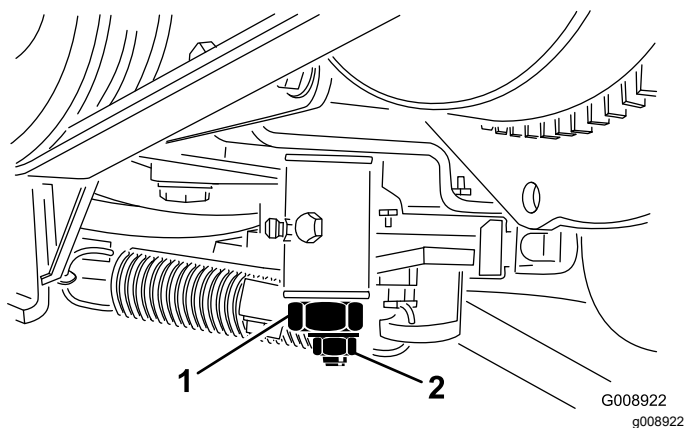

Figure 57
3. Desserrez le contre-écrou de la came de réglage de transmission (Figure 57).